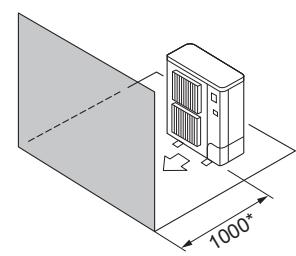

Fig. 2-6
④ Εμπόδια στην μπροστινή πλευρά μόνο (Fig. 2-6)